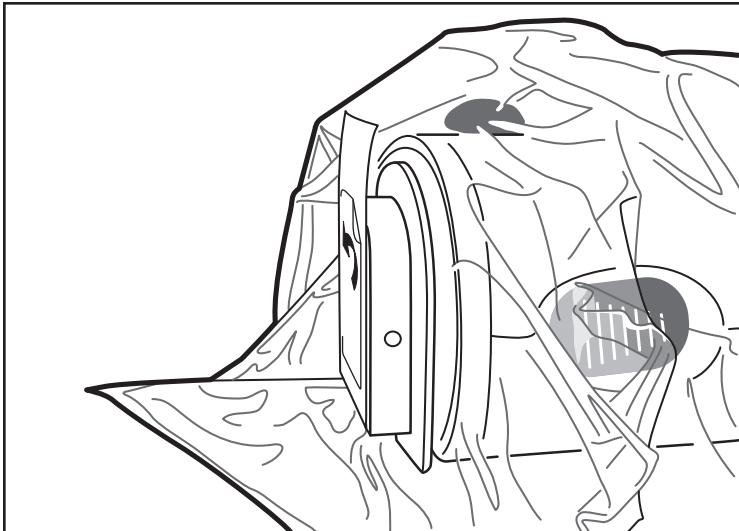

Afbeelding 6. Na het plaatsen van de zak
- Zodra de zak de MDUS PLUS-motoraandrijfseenheid goed bedekt, stopt u met het naar binnen schuiven van de MDUS PLUS-motoraandrijfseenheid. De zak bevindt zich nu op de juiste plaats. De steriele gebruiker hoeft de MDUS PLUS-motoraandrijfseenheid niet helemaal tot aan het afdekplaatje van de zak te schuiven. Het is normaal dat er wat ruimte zit tussen het uiteinde van de MDUS PLUS-motoraandrijfseenheid en het afdekplaatje op de zak (afbeelding 6).